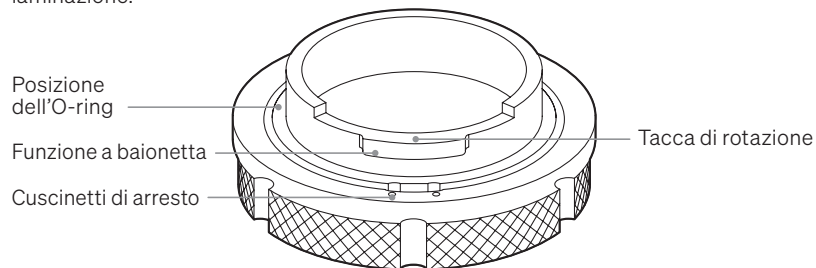

Figura 2: caratteristiche chiave dell'anello di laminazione a basso profilo.
5. Quando l'anello di laminazione è pulito, reinstallare l'O-ring piegando le due funzioni a baionetta come mostrato nella figura 2. Spingere l'O-ring in basso in posizione.